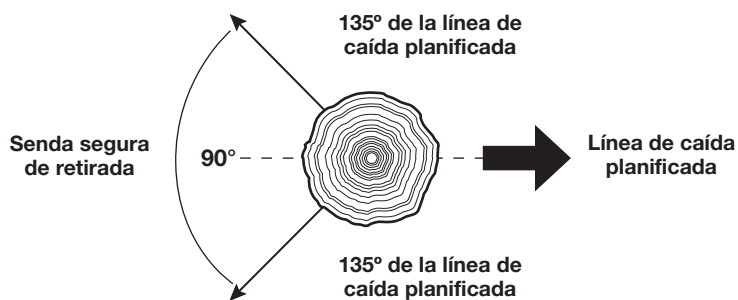

Fig. 22
- Determine una senda de escape rápida y segura. Despeje el área alrededor del árbol y compruebe que no haya obstrucciones que bloqueen la senda de escape. Establezca un corredor de escape en un ángulo de 90° , aproximadamente a 135° de la línea de caída (Fig. 22).